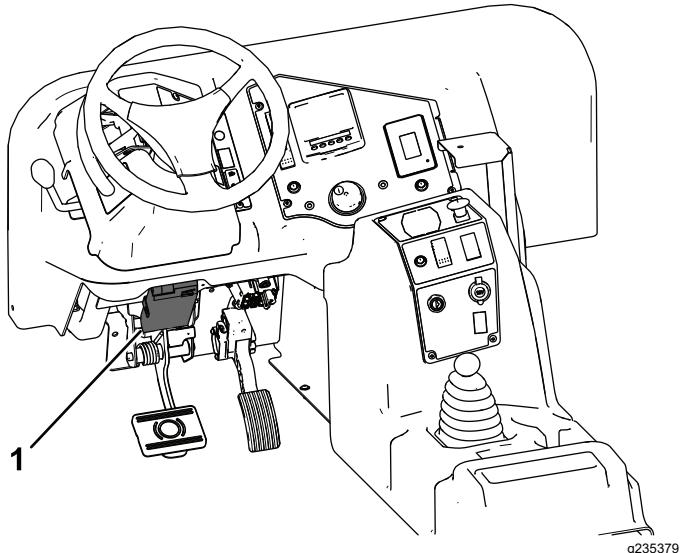

Figure 8
1. Montez le contrôleur des freins (Figure 8) en bas à gauche de la planche de bord à l'aide de 2 boulons (nº 10 x 7/8") et écrous (nº 10).